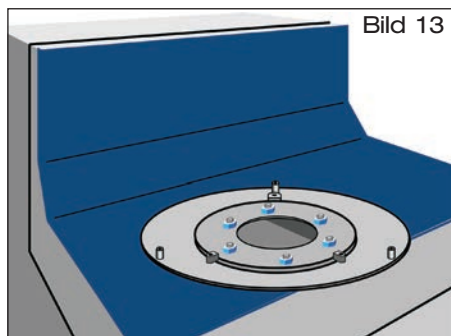
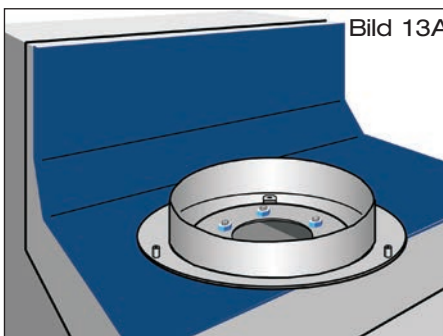

Bild 13
Bild 13A
2.5 Bodenplatte auf Dachdichtungsbahn aufsetzen. Dachdichtungsbahn mit Bodenplatte, Losflansch und beiliegenden Schrauben verkleben (Bild 13). Bei Notablauf Wehrbecken auf Bodenplatte aufsetzen (Bild 13A). Beiliegende Schrauben mit Steck- oder Ringschlüssel SW 19 gegenüberliegend anziehen. Anzieh-Drehmoment: 20 Nm. **Nach der Fachregel für Abdichtungen (Flachdachrichtlinie Ausgabe Dezember 2016) müssen die Muttern der Flanschverbindungen 3x angezogen werden. Das letzte Nachziehen sollte frühestens nach 24 Stunden erfolgen.**